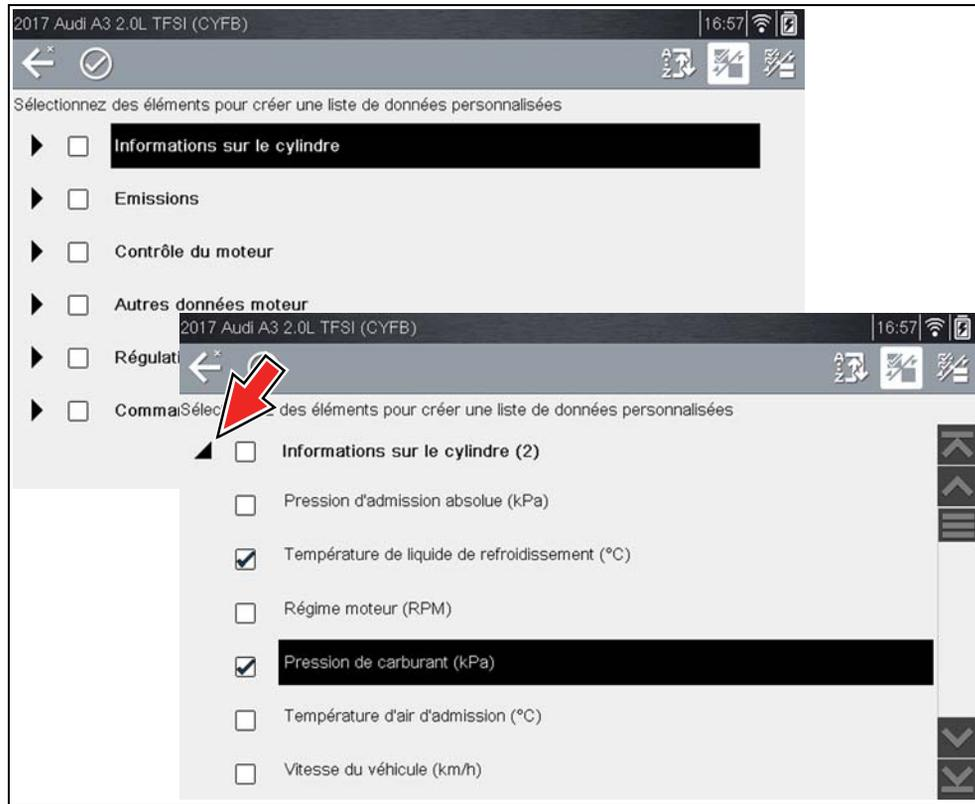

Figure 4-22
2. L'écran de sélection des données s'affiche (Figure 4-22). Chaque élément de la liste peut être développé par l'icône Développer (Figure 4-22). Vous pouvez développer n'importe quel élément de la liste et sélectionner les PID que vous souhaitez inclure, puis réduire la liste et choisir un autre PID. Les coches à gauche des descriptions des paramètres indiquent les paramètres sélectionnés pour être affichés.